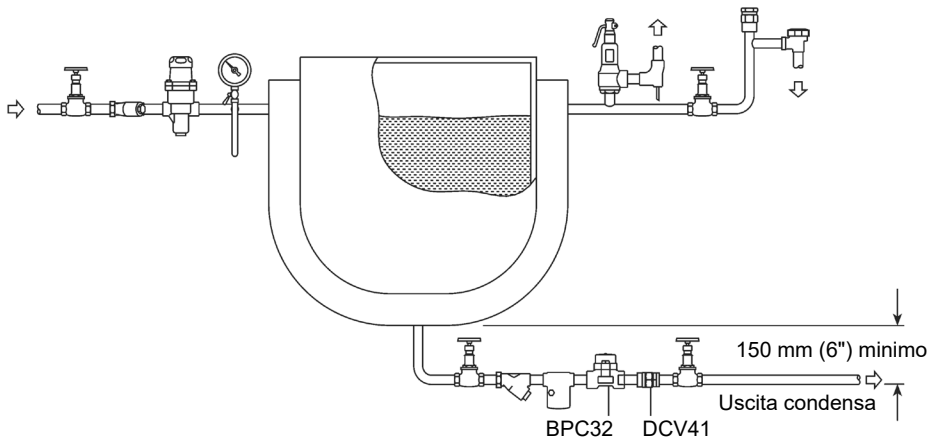

Fig. 4 - Installazione su piccola utenza
- 3.4** Gli scaricatori sono progettati per essere installati in qualsiasi posizione, orizzontale o verticale, preferibilmente con un piccolo tratto di caduta immediatamente a monte dello scaricatore, circa 150 mm sono sufficienti, come indicato a Fig. 4.
- 3.5** Quando lo scarico avvenga in un sistema di ricupero chiuso o in linee in contropressione, è consigliabile l'installazione di una valvola di ritegno posizionata a valle per prevenire eventuali possibili inversioni del flusso. La contropressione è spesso causata anche da ritorni sopraelevati. La valvola di ritegno impedirà l'allagamento dello spazio a vapore quando si verifichi un abbassamento della pressione vapore o quando si proceda alla sua chiusura. Utilizzare una valvola di ritegno adatta per vapore come ad esempio il modello Spirax Sarco DCV41, vedere la Fig. 4.